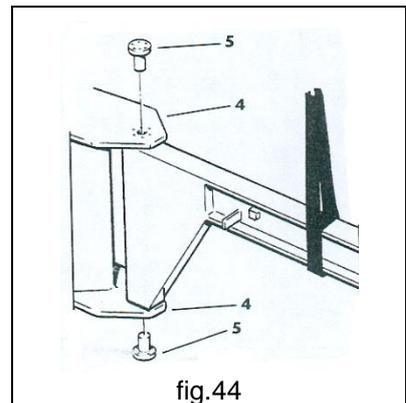

fig.44
3. Insérer l'axe 5 sur la lyre 4 en haut et en bas pour aligner l'axe de rotation, après les avoir lubrifiés à la graisse (fig. 44).